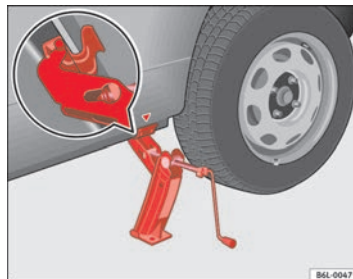

Fig. 126 Posizionamento del cric
- Applicare il cric in modo che la staffa faccia presa in corrispondenza della nervatura del montante inferiore e che la base mobile appoggi bene a terra ⇒ **fig. 126**.